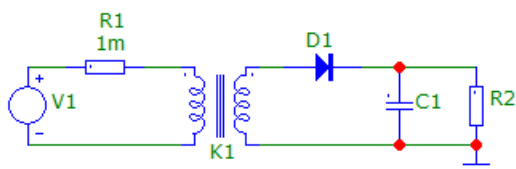

Рис. 7.2. Схема трансформаторного однополупериодного выпрямителя
2.4. Постройте на экране дисплея схему трансформаторного однополупериодного выпрямителя, приведенную на рис. 7.2 (источник напряжения: переменный, 50 Гц, 311 В; сопротивление 200 Ом).